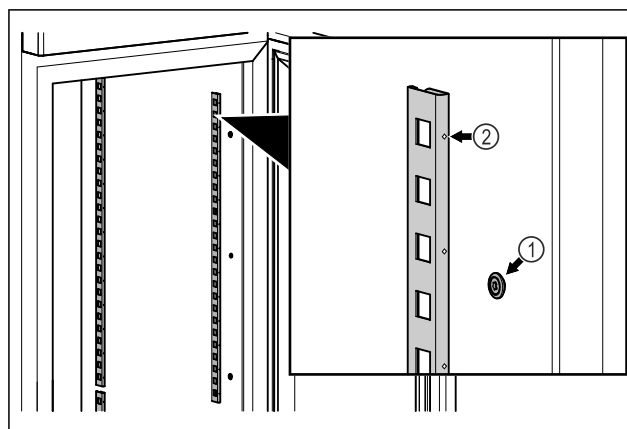

Fig. 85 Esimerkkikuva
- Kiinnitä pidikekiskot Fig. 85 (1) ripustimeen. Merkinnän Fig. 85 (2) on osoitettava eteenpäin.